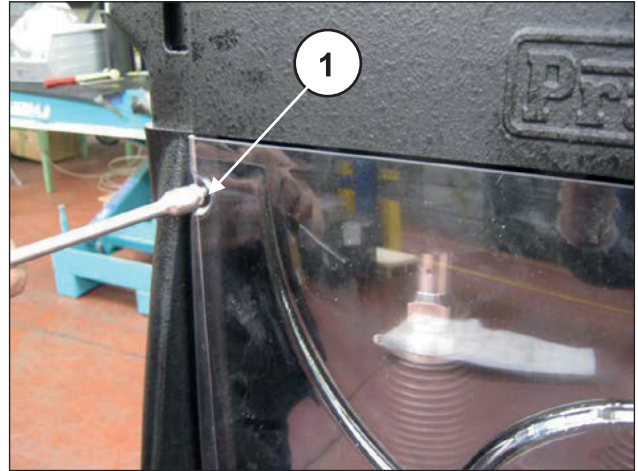
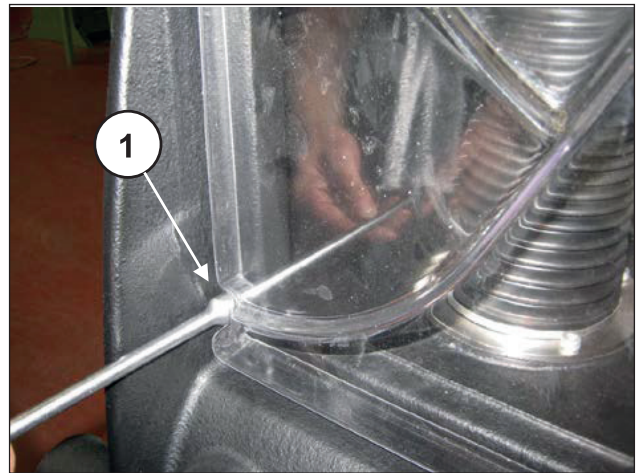

Abb. 218
Abb. 219
Positionieren Sie jetzt den Inspektionsdeckel und drehen Sie vorsichtig die 4 Schrauben M6 fest, die diesen fixieren (Pos. ①, Abb. 218 und Abb. 219).